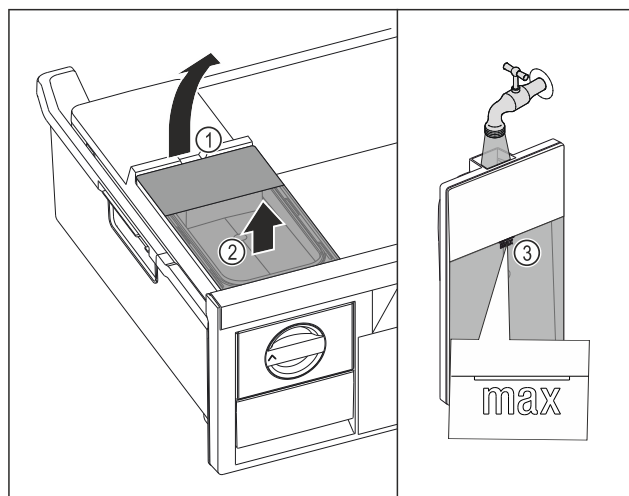

Fig. 156
- ▶ Løft vandtanken op til udsparringen Fig. 156 (1).
- ▶ Tag vandtanken ud fra oven. Fig. 156 (2)
- ▶ Fyld vandtanken med drikkevand op til mærket Fig. 156 (3).